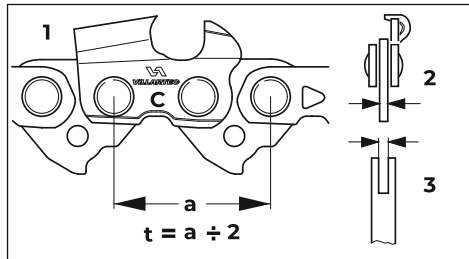

Рис. 30
- Шаг (рис. 30, поз. t) пильной цепи (рис. 30, поз. 1), цепной звездочки и ведущей звездочки направляющей шины Rollomatic должен совпадать
- Толщина приводного звена (рис. 30, поз. 2) пильной цепи (рис. 30, поз. 1) должна быть согласована с шириной паза направляющей шины (рис. 30, поз. 3)